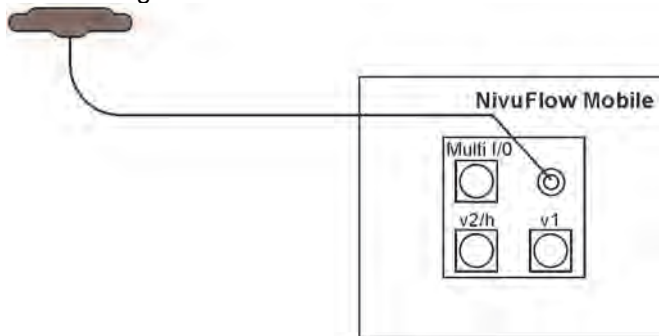

Abb. 28-1 Anschluss der 2G/3G/4G Antenne
1. Antennenkabel in die Buchse am Gerät einstecken (Abb. 28-1) und Verschraubung handfest anziehen.